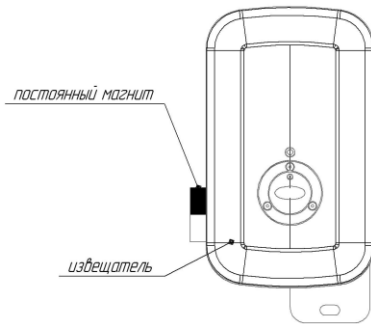

Рис. 4 – Место поднесения постоянного магнита
Командой «Программирование адреса устройства» можно задать адрес извещателя независимо от того, какой ему адрес присвоен на данный момент. Это может быть использовано в случае ошибочного назначения одинаковых адресов двум и более устройствам. Для этого с пульта или компьютера подать команду на программирование требуемого адреса. После чего в течение не более 5 минут к извещателю, который находится в дежурном режиме, поднести постоянный магнит к области (см. рисунок 4). При этом светоизлучатель извещателя переходит в режим непрерывного свечения. На пульте или компьютере отобразятся события о потере связи с устройством по старому адресу и о восстановлении связи с устройством по новому адресу. Если устройства имели одинаковый адрес, то сообщений о потере связи по старому адресу не будет.
2.5.4 Упрощённый контроль функционирования извещателя (без проверки оптической части) можно осуществить путём поднесения постоянного магнита к извещателю (см. рисунок 4). ПКУ «С2000М» или АРМ «Орион Про» должен выдать сообщение «Гест» или «Пожар», в зависимости от режима тестирования. Упрощенный контроль работает, начиная с «С2000-КДЛ» версии 2.15 и «С2000-КДЛ-2И» v.1.15.